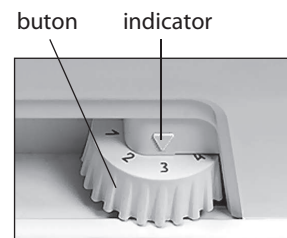

Figura 3 — Reglarea temperaturii
1.4 Elementul de reglare a temperaturii din frigider, în conformitate cu Figura 3 este butonul de reglare a temperaturii (numit în continuare - buton), care se află sub masca frigiderului. Butonul se rotește în sensul acelor de ceasornic sau în sensul contrar al acestora și are diviziuni numerice. Diviziunea "1" corespunde celei mai joase setări de temperatură (răcire minimă) în camera frigorifică, diviziunea "7" – celei mai înalte setări de temperatură (răcire maximă). Pentru a regula temperatura, fixați diviziunea butonului sub indicator.
Deschideți ușa frigiderului. La prima conectare este recomandat să fixați sub indicator diviziunea "3" sau "4" a butonului în conformitate cu Figura 3. Închideți ușa.